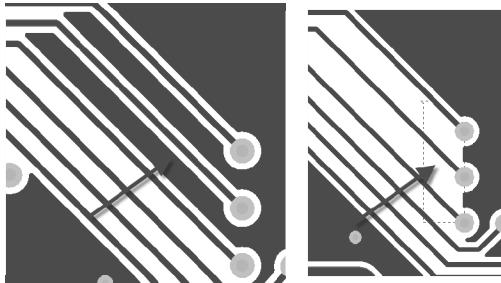

图 13-54 铜皮的修整
(3) 修铜。主要是对一些电路瓶颈的地方进行修整，然后还有就是尖岬铜皮的删除，一般通过放置多边形铺铜挖空进行删除，如图 13-54 所示。